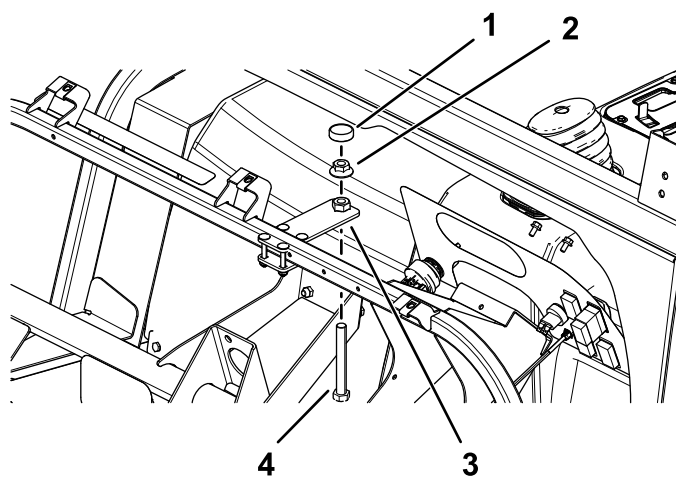

Figura 37
3. Instale o parafuso de rosca ($\frac{1}{2}$ pol. x 4 pol.), a porca flangeada ($\frac{1}{2}$ pol.) e a placa do batente na placa de ajuste (Figura 37).